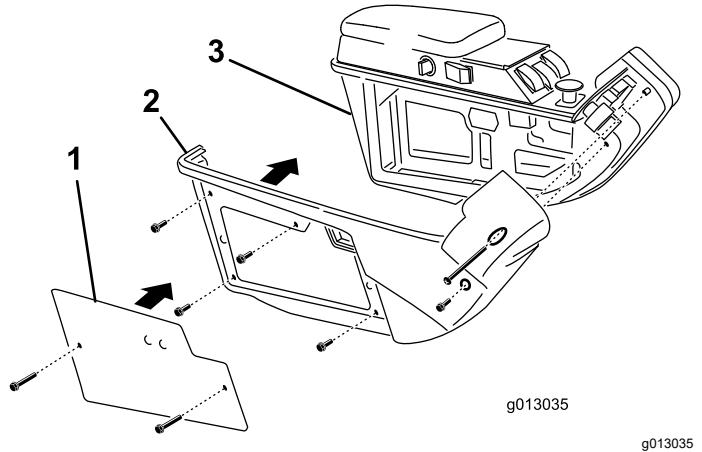

Figura 12
1. Rimuovete le 2 viti che fissano la piastra alla copertura destra del braccio di comando (Figura 12).
2. Rimuovete le 6 viti che fissano la copertura destra al lato destro del braccio di comando (Figura 12).